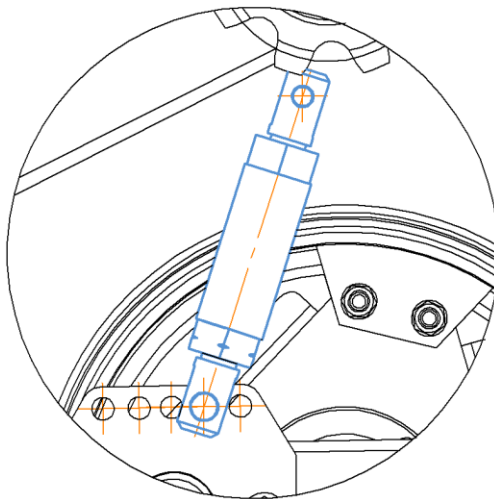

Рис. 3
3. Отрегулировать высоту выгрузки Выкапывателя, талрепами над колесами, см. рис. 3.